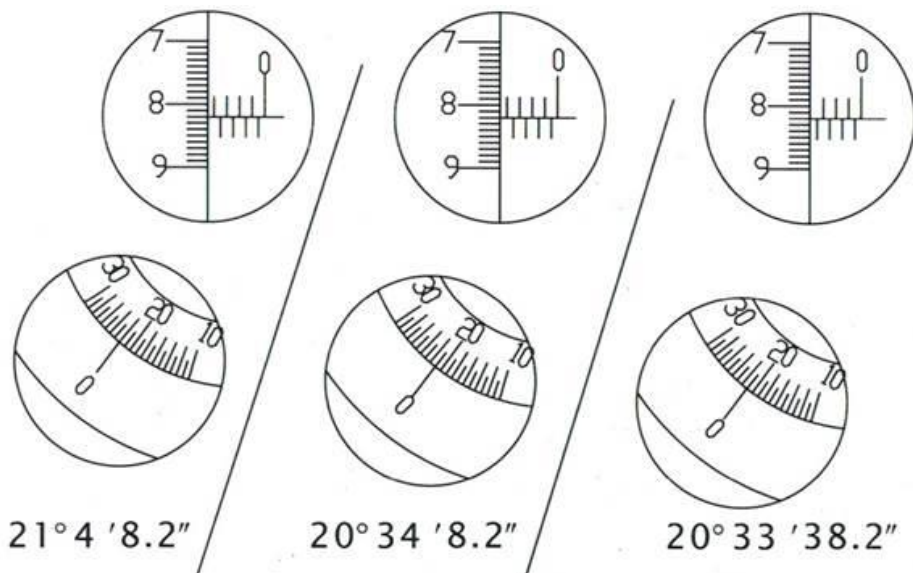

图 4 细分多齿分度台读数示例图
2.2 细分多齿分度台使用是先旋转多齿分度台到所需整度数，然后再旋转至所需度数的分、秒位置。它的读数是先在多齿分度台刻度环上读整度数，如图 4 示列， $21^{\circ}4'8.2''$ 在齿盘刻度环读 21° （左下图），再在细分鼓轮（左上图）固定读数套筒（右边横线）上读 $4'$ ，在活动读数套筒（左边竖线）上读 $8.2''$ 。由于细分多齿分度台的齿盘是 720 齿，刻度环上每一刻度表示 0.5° （即 $30'$ ），当多齿分度台刻度环上的读数是 $xx.5^{\circ}$ 时，则齿盘读数去掉 $.5^{\circ}$ ；在固定读数套筒上的读数应加上 $30'$ 如示例 $20^{\circ}34'8.2''$ ，在多齿分度台刻度环读 21.5° 时，把 0.5° 变成 $30'$ 即 $20^{\circ}30'$ ，再在细分鼓轮上读 $4'8.2''$ ，两者相加即 $20^{\circ}34'8.2''$ ；细分鼓轮的活动读数套筒最小刻度值为 $0.1''$ ，一圈为 $30''$ ，角秒的读数方法同千分尺，如示例 $20^{\circ}34'38.2''$ ，在多齿分度台刻度环读 $21^{\circ}30'$ ，在细分鼓轮的固定读数套筒上，横线上半部分每格 $1'$ ，下半部分相应应在每格中间刻线，即为 $30''$ ，该例中活动读数套筒超过 $4'$ 刻线 1 圈，所以角秒读数要加 $30''$ 即成 $38.2''$ ，再加整度数部分，得到读数 $20^{\circ}34'8.2''$ 。